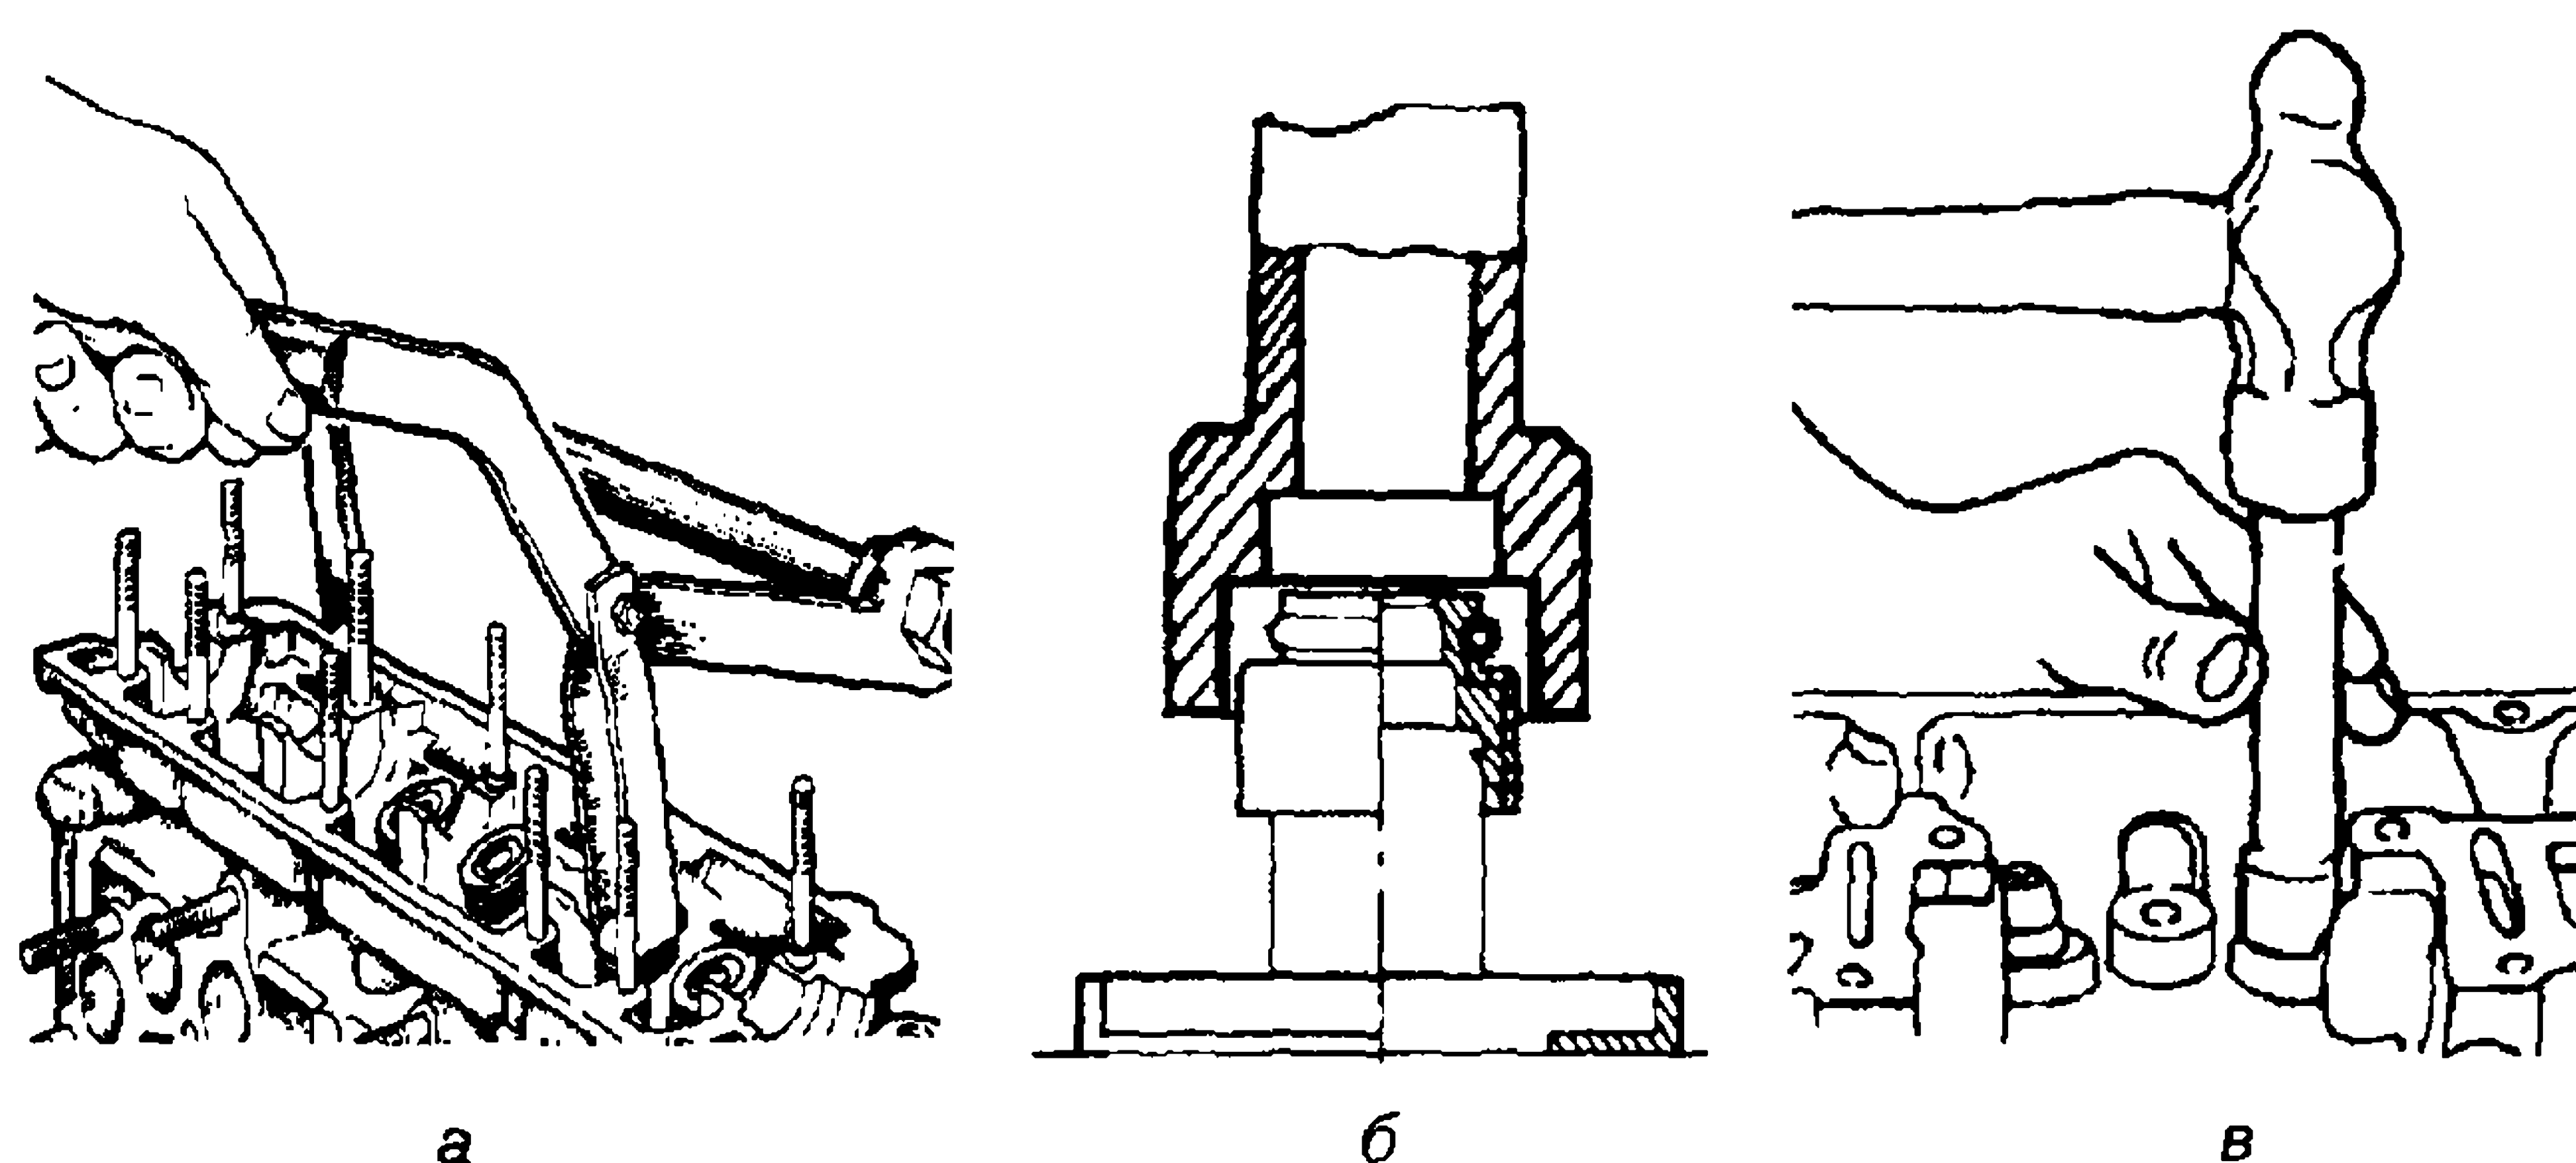

Рис. 22. Замена маслоотражательных колпачков:
1. Приспособлением для сжатия пружин клапанов (рис. 22, а) сжать пружины и вытащить сухари клапанов. Чтобы сухари не отскочили и не потерялись, следует работать осторожно.
4. Перед запрессовкой колпачка снять с него пружину и смазать его внутри моторным маслом. Для установки колпачка применяют оправку, рекомендуемую заводом (рис. 22, б), или самодельную либо торцевую головку под шестигранник 12 мм.